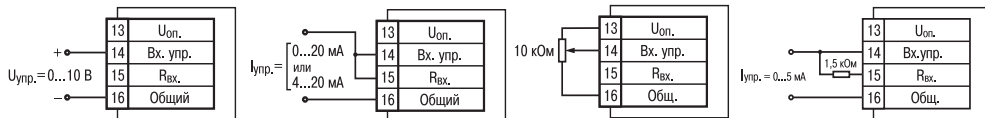

Рисунок 8
3.3 Для управления прибором может быть применен унифицированный токовый сигнал 0(4)...20 мА, 0...5 мА, унифицированное напряжение 0...10 В или ручная регулировка при помощи внешнего переменного резистора (рисунок 8).